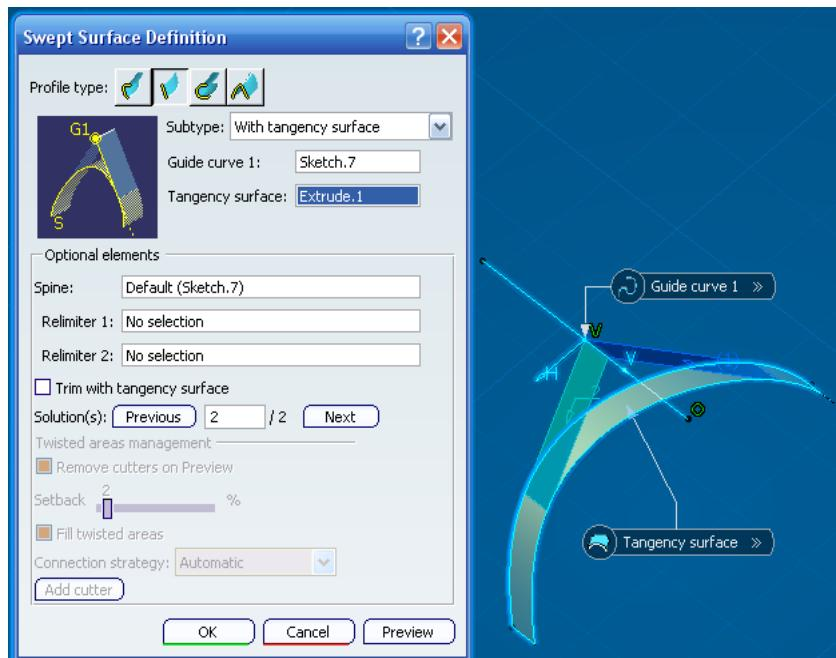

Ilustración 407: Ejemplo de subtipo With tangency surface.
5.- *With tangency surface*: se selecciona una curva guía y una superficie a la que va a ser tangente la superficie resultante de barrido. En la Ilustración 407 se muestra un ejemplo de este subtipo con su correspondiente ventana de definición.